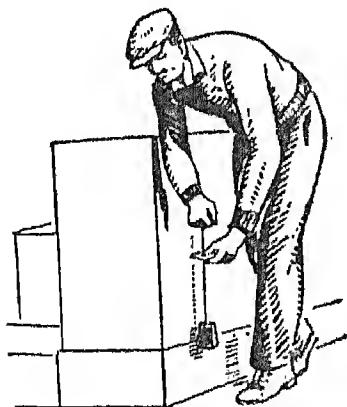

Fig. 10. — Le maçon vérifie avec son fil à plomb si la pierre de taille est bien placée.
b) *Expérience.* — Tenez horizontal le chas d'un fil à plomb de maçon, un côté appliqué contre un mur. Puis, faites glisser lentement la ficelle dans le chas ; le plomb descend ou remonte ; constatez que, dans toute sa course, son bord inférieur frôle juste la surface du mur (fig. 10) : ce qui prouve que cette face est verticale.